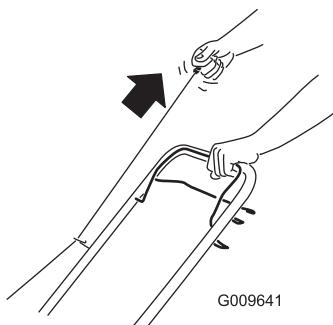

Figure 12
- Tirez la poignée du lanceur (Figure 12).
Remarque: Tirez lentement la poignée du lanceur (Figure 12) jusqu'à ce que vous sentiez une résistance, puis tirez vigoureusement. Laissez le lanceur se rétracter lentement jusqu'à la poignée.